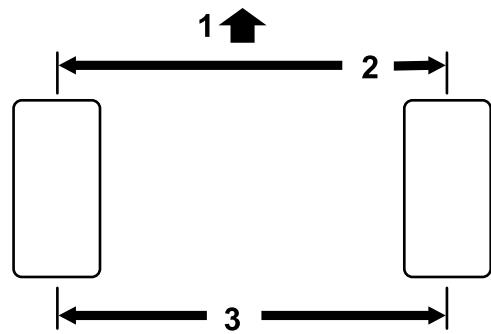

図 43
1. 後輪の前と後ろで、左右のタイヤの中央線間距離を測るアクスルの高さ位置で計測。前での測定値が、後ろでの測定値より 3 mm 小さければ合格とする **図 43**。